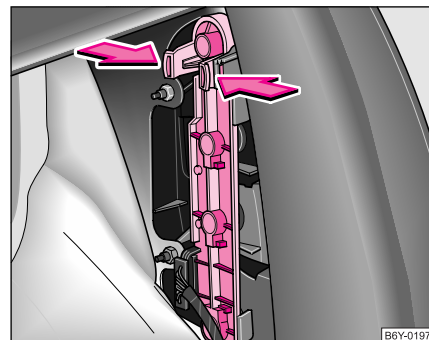

Fig. 183 Desmontar el portalámparas
- Presionar las pestañas de sujeción en la parte superior del portalámparas en el sentido de la flecha y sacar el portalámparas ⇒ fig. 183.